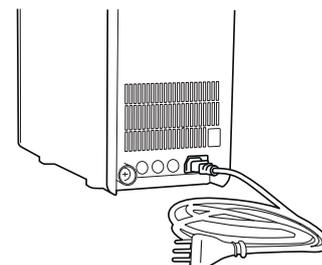

Fig. 16-1
19.10 - Inserire la presa IEC del cavo di alimentazione elettrica in dotazione nella spina IEC posizionata alla base del lato posteriore dell'apparecchio, nell'apposito vano allacciamenti, Fig. 16-1.